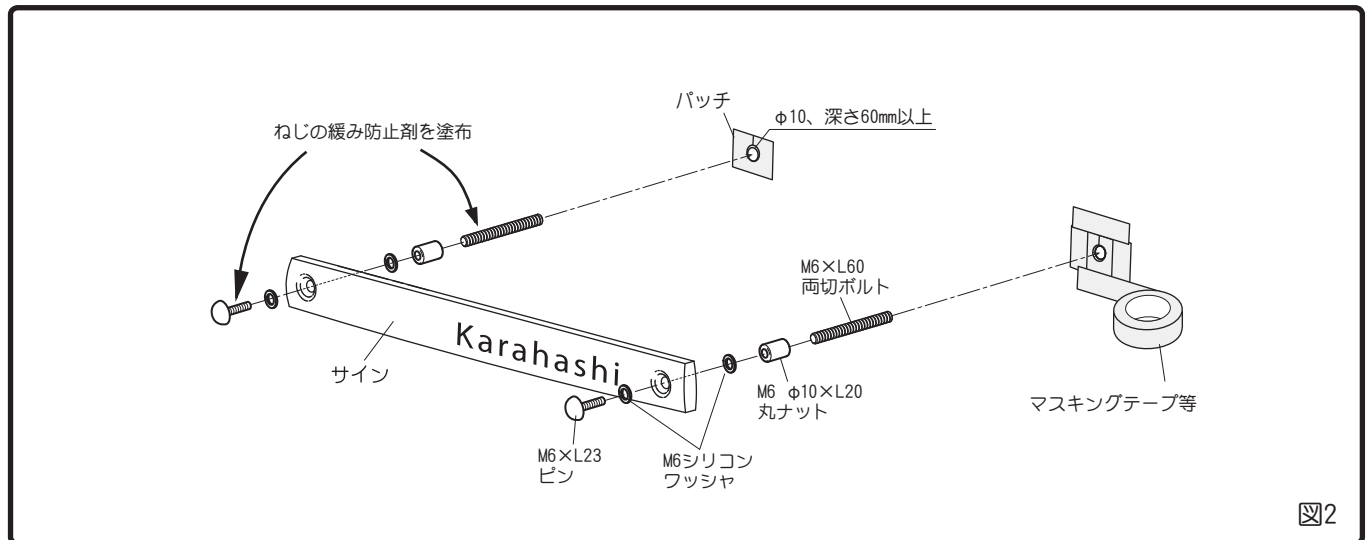

図2
- 【3】 取付穴の周囲にパッチを貼り付けます。(図2)
- 【4】 サインを組立てます。(図2)